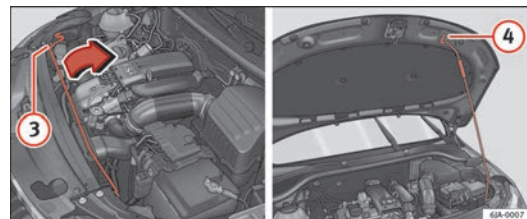

Abb. 117 Motorraumklappen-Verriegelung
- Nehmen Sie die Klappenstütze ③ ⇒ Abb. 117 in Pfeilrichtung aus der Halterung und sichern Sie die geöffnete Motorraumklappe, indem Sie das Ende der Stütze in die dafür vorgesehene Öffnung ④ einsetzen.